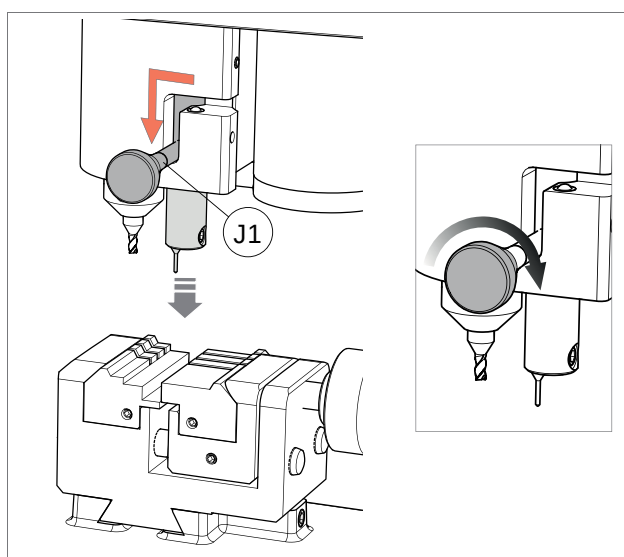

Fig. 54
• ACTIVAÇÃO DO PALPADOR 01T (Fig. 54)